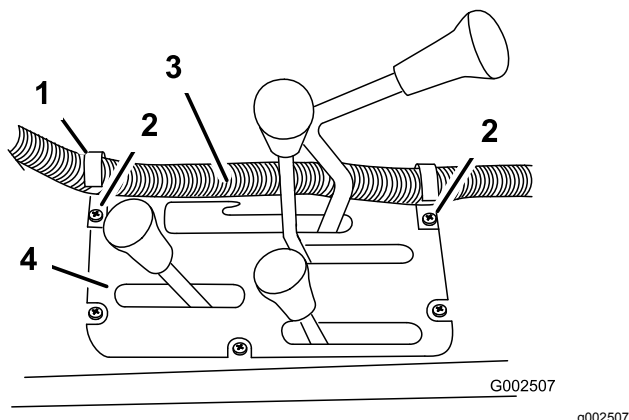
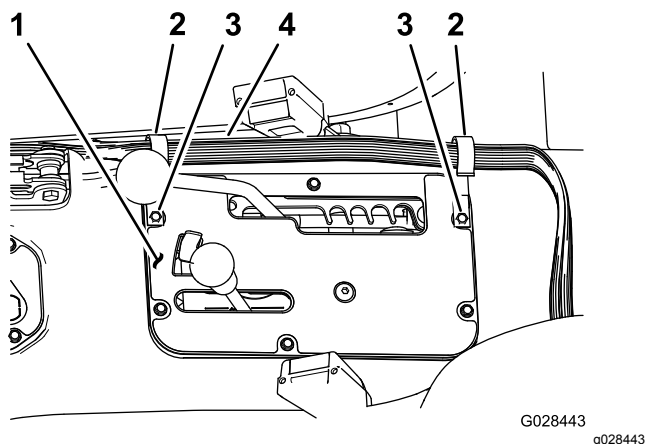

Figure 19
Figure 20
- À l'aide des vis existantes, fixez les 2 clips en J dans la console centrale, aux emplacements indiqués à la Figure 19 ou Figure 20.